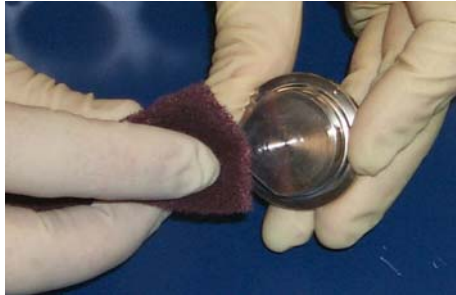

Abbildung 4-21 Verfärbter Magnetpolblock
- Polieren Sie mit dem Scotch-Brite-Schwamm alle verfärbten Stellen der Magnetpolblöcke (Abbildung 4-21).